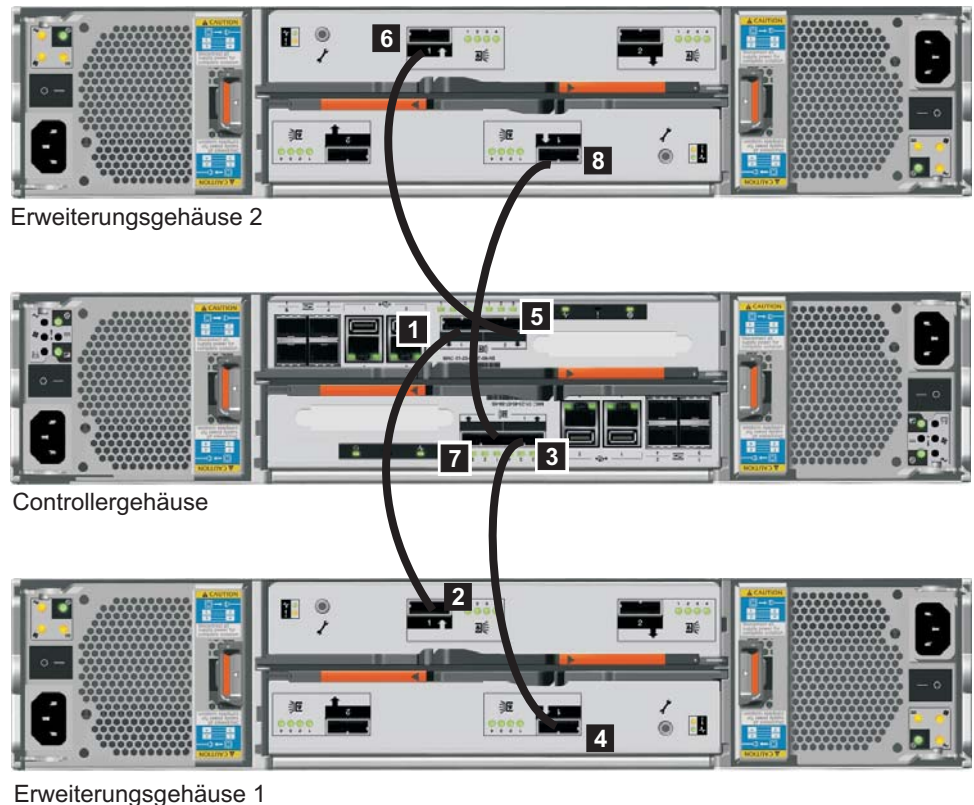

Abbildung 13. Zweites Erweiterungsgehäuse hinzufügen
3. Verbinden Sie die SAS-Kabel des Controllergehäuses mit dem zweiten Erweiterungsgehäuse, wie in Abb. 13 auf Seite 19 gezeigt. Das zweite Erweiterungsgehäuse befindet sich oberhalb des Controllergehäuses.